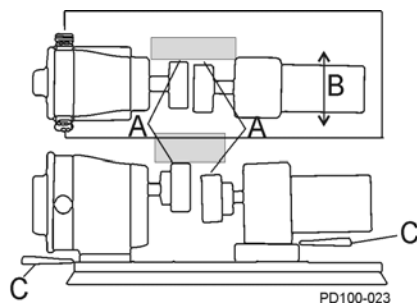

Abbildung 20 - Parallele Fluchtung prüfen
2. Ermitteln Sie unter Einsatz einer Fühllehre an Position „A“ in Abbildung 20 die Richtung und den Betrag der erforderlichen Verschiebung (Abbildung 20, Pos. B).